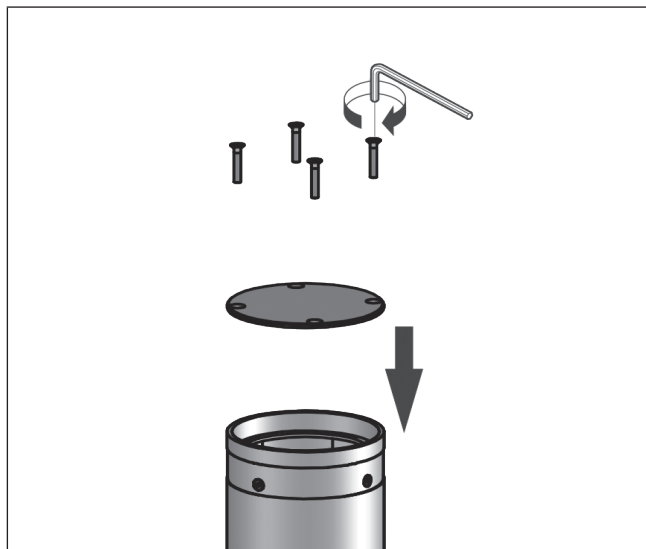

Abb. 6
6. Befestigungsschrauben an der Zylinderabdeckung anbringen (Abb. 6).